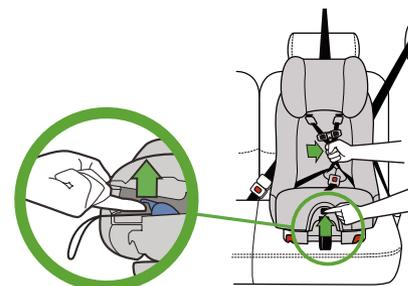

Figure 31
- Tout en tirant vers le haut sur la languette de réglage du harnais, tirez vers l'extérieur sur les sangles du harnais jusqu'à ce qu'elles bloquent, tel qu'illustré dans la **Figure 31**.